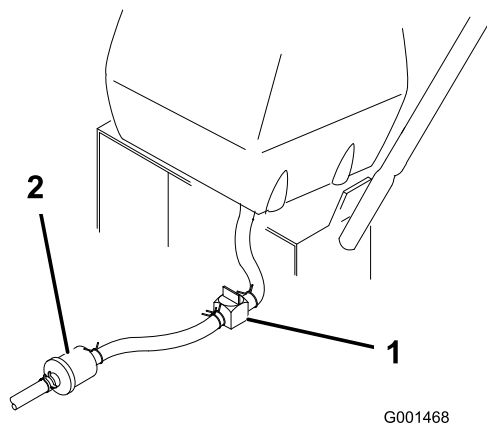

Figure 34
- Fermez le robinet d'arrivée de carburant sur le réservoir (Figure 34).
- Pincez les extrémités du collier de fixation et poussez le collier en haut de la conduite d'alimentation, à l'opposé du filtre à carburant (Figure 34).
- Débranchez la conduite d'alimentation du filtre à carburant (Figure 34). Ouvrez le robinet d'arrivée de carburant et laissez l'essence s'écouler dans un bidon ou un bac de vidange.
3. Fermez le robinet d'arrivée de carburant sur le réservoir (Figure 34).
7. Ouvrez le robinet d'arrivée de carburant sur le réservoir (Figure 34).